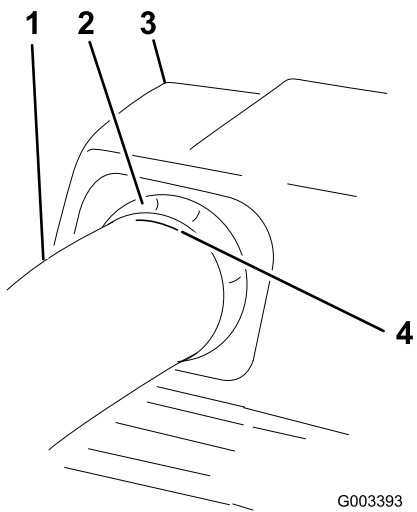

Figure 21
6. Lorsque la distance est correcte, tracez un repère à l'extérieur du tube supérieur à l'endroit où le joint en caoutchouc dépasse (Figure 21).
9. Vérifiez que le tablier de coupe est réglé à la hauteur de coupe la plus basse et que le repère sur le tube supérieur est encore positionné contre le joint en caoutchouc qui dépasse. Vérifiez que le repère de la Figure 21 est toujours là.